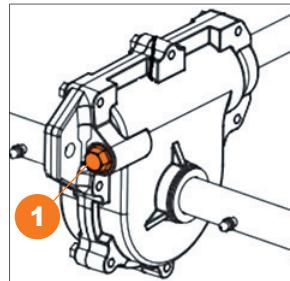

Рис. 28
- Во время обслуживания редуктора самостоятельно, снимите заглушку или открутите болт-заглушку ①, добавьте 30-50 гр. консистентной смазки и установите заглушку на место (Рис. 28).